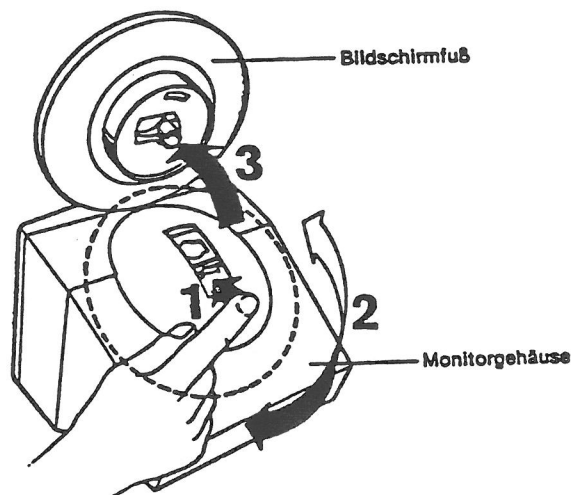

Bild 4-17 Bildschirmfuß abnehmen
**Abnehmen des Bildschirmfußes (Bild 4-17)**